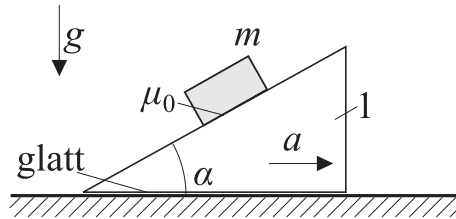

Bild 5.3.
Aufgabe 5.3. Auf der geneigten Deckfläche eines Körpers (1) ruht anfangs ein Klotz (Masse m , Haftreibungskoeffizient μ_0) (Bild 5.3). Der Körper (1) ist auf seiner Unterlage reibungsfrei beweglich. Wie groß muß die Beschleunigung a des Körpers (1) mindestens sein, damit der Klotz auf der Deckfläche herunterrutscht?